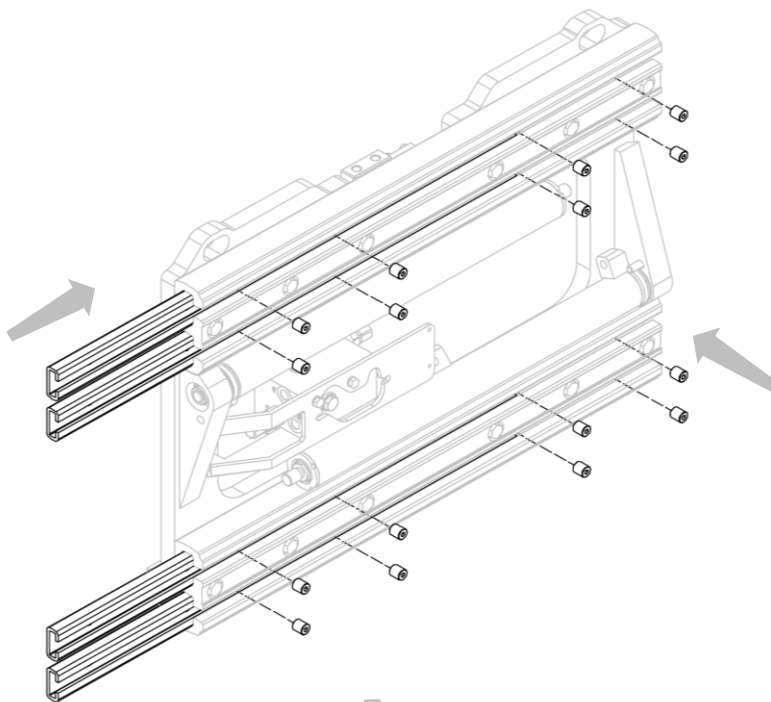
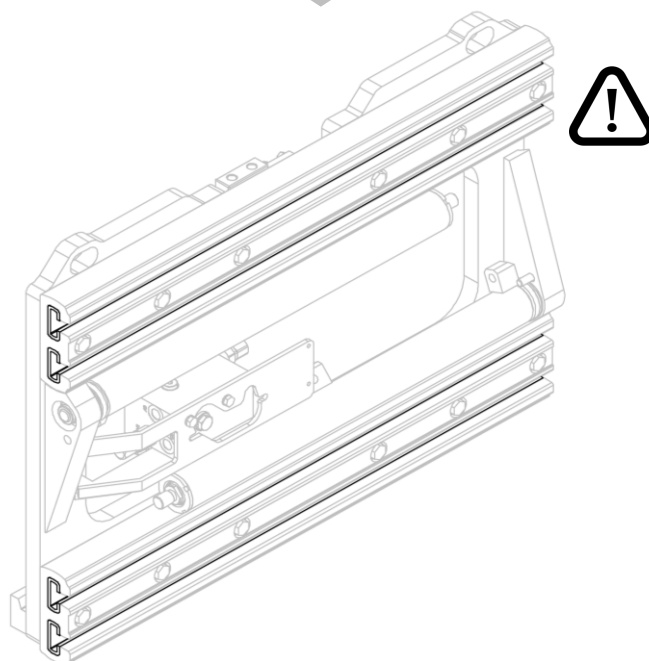

Figura 11
Figura 12
2. Inserire le boccole in nylon e fissarle mediante gli appositi grani (vedi *Figura 11* e *Figura 12*).